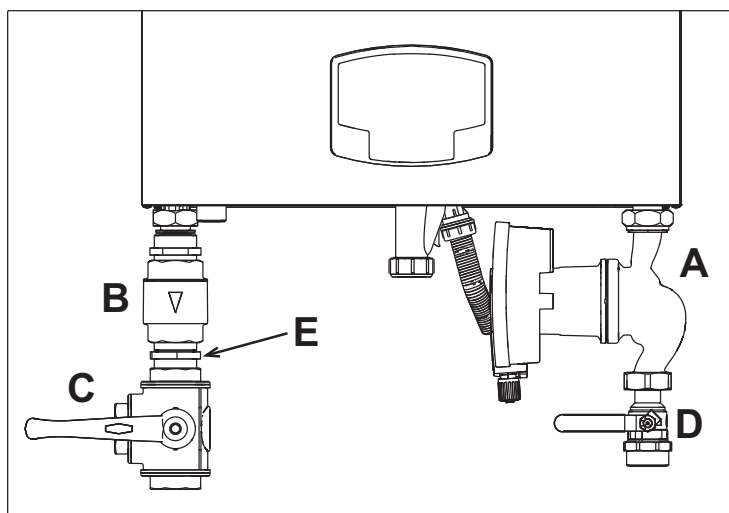

fig. 35- Chaudière avec les kits installés
réf. 042070X0 - KIT CIRCULATEUR HAUTE EFFICACITÉ - 7m. (A - fig. 35)
réf. 042071X0 - KIT CIRCULATEUR HAUTE EFFICACITÉ - 10m. (A - fig. 35)
- 1 **CLAPET ANTI-RETOUR - Femelle 1"1/2** (B - fig. 35)
- 2 **ROBINET 3 voies - Femelle 1"1/2** (C - fig. 35)
- 3 **ROBINET mâle/femelle 1"1/2** (D - fig. 35)
- 4 **NIPPLE OU MAMELON DE RACCORDEMENT 1"1/2** (E - fig. 35)